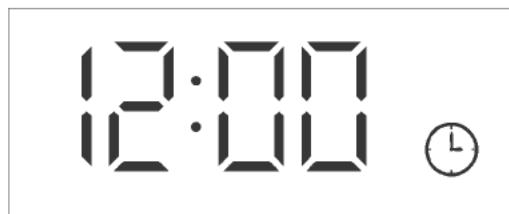

Imagen 3: Modo de espera inicial
- En el modo de espera, la pantalla mostrará siempre la hora del sistema. (Consulte la imagen 3 para ver el aspecto de la pantalla).